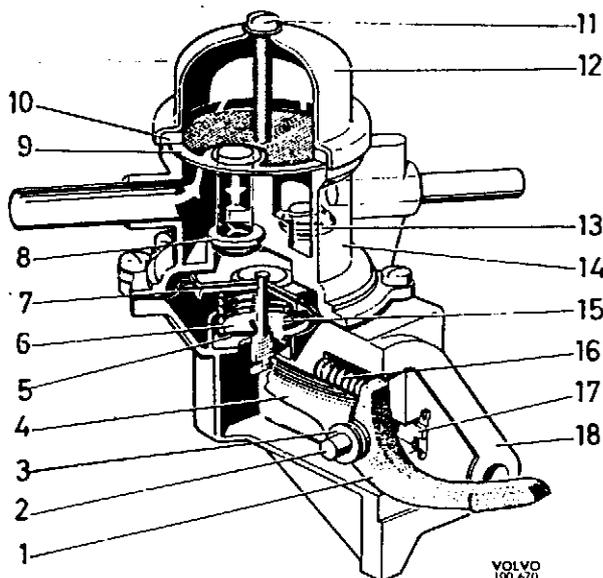

Abb. 123 Kraftstoffpumpe, AC
4. Feder (15, Abb. 123) durch Drehen der Scheibe (6) lösen. Hierbei soll das Loch in der Scheibe mit dem breiten Ende der Membranenstange übereinstimmen.
5. Die Stauchung für den Achsenträger (17) der Kipphebelachse mit z.B. einem Schleifstift be- seitigen. Kipphebel (1) mit Achse (2) und He- bel (4) herausnehmen.